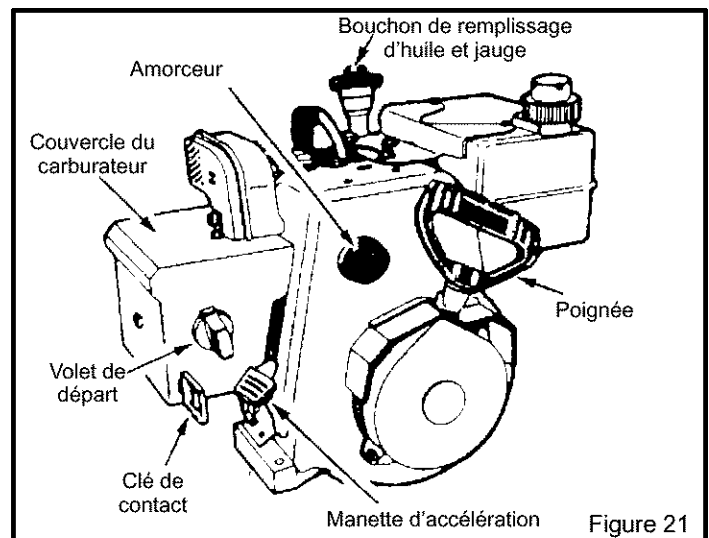
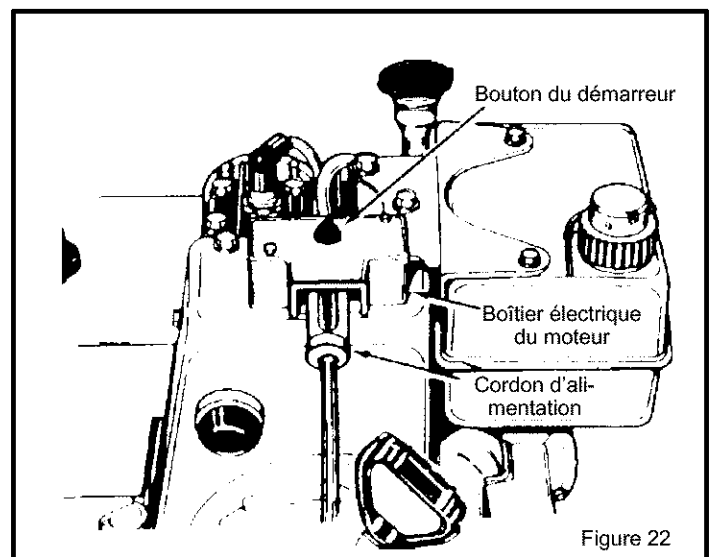

Figure 21
Figure 22
MISE EN MARCHÉ DU MOTEUR FROID (DÉMARREUR ÉLECTRIQUE) (VOIR FIGURE 21 ET FIGURE 22)
3. Engager la clé de contact dans sa fente. S'assurer qu'elle est bien enclenché (Figure 21). Ne pas tourner la clé.
4. Tourner le bouton du volet de départ à la position éteint pour ouvrir le volet (Figure 21).
5. Brancher le CORDON ÉLECTRIQUE au BOÎTIER du moteur (Figure 22).
- a. Appuyer sur le BOUTON DU DÉMARREUR (Figure 22) pour mettre le moteur en marche.